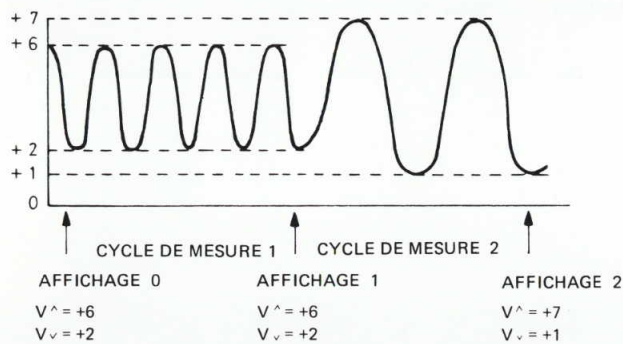

Fig. 18. Mesures V^{\wedge} et V_{\vee} en mode INT START.
- Démarrage interne des mesures (INT START, figure 18).